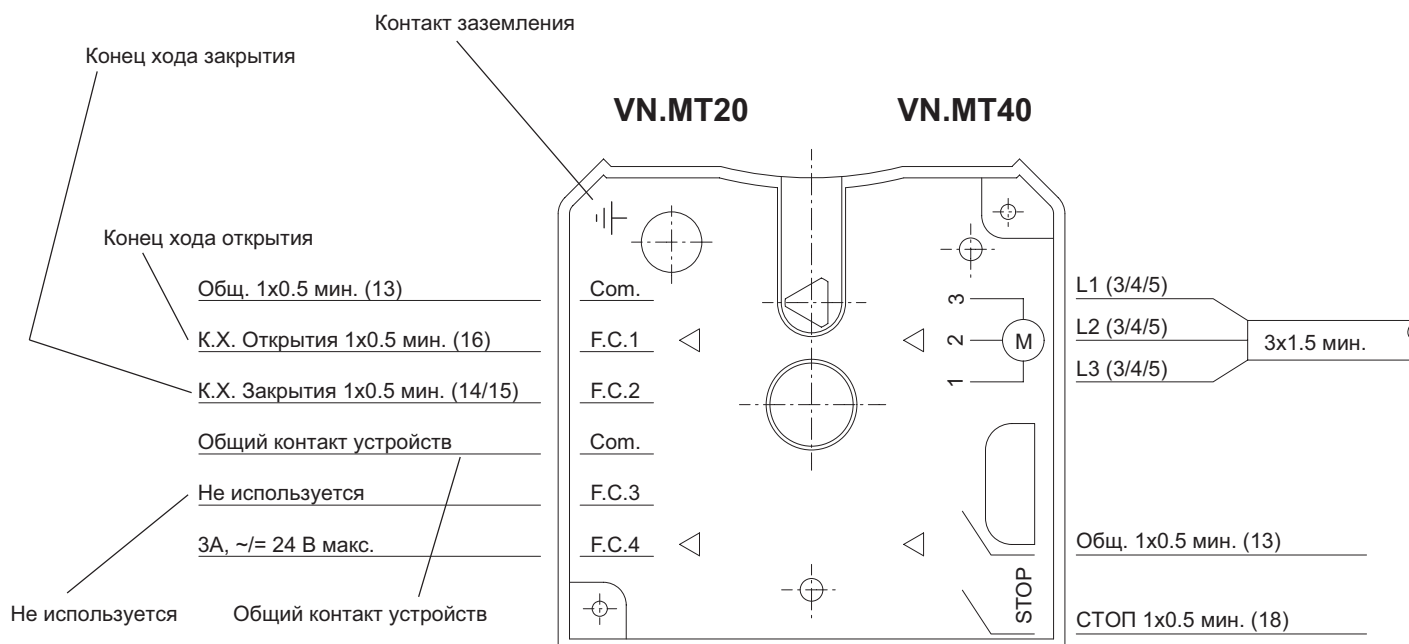

Рис. 6
- Запитать автоматизацию и произвести маневр (если первый маневр будет закрытие - поменять местами провода 1 и 3 питания двигателя рис. 6 и 7), регулировать микрометрически кулачок (желтый) закрытия в соответствии с рис. 11.